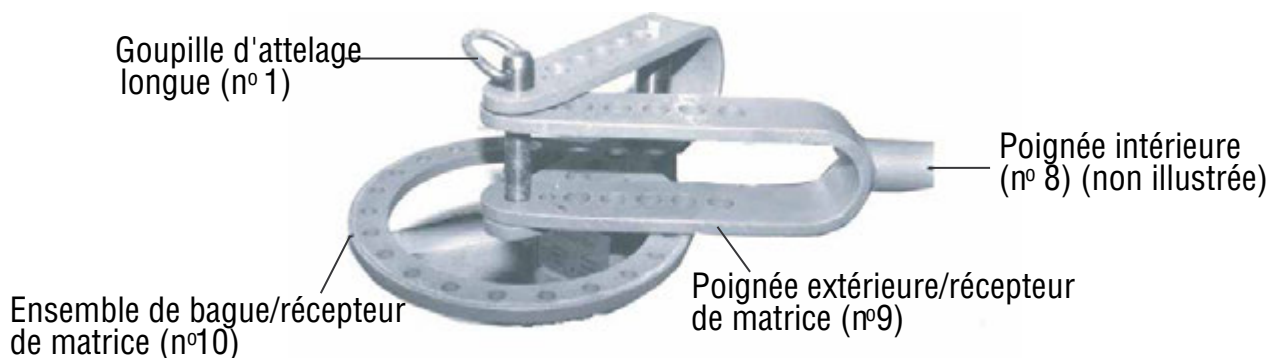

Figure 2
- Étape 5 La poignée intérieure (n°8) glisse dans la poignée extérieure/récepteur de matrice (n°9) pour être retenue en place par une goupille de poignée (n°12) et une goupille fendue (n°28). La poignée intérieure (n°8) peut être déployée complètement en sortant la goupille de poignée (n°12) et la goupille fendue (n°28), ainsi qu'en sortant la poignée intérieure (n°8) jusqu'à ce que l'orifice de la poignée extérieure/récepteur de matrice (n°9) s'aligne avec les orifices à l'extrémité de la poignée intérieure (n°8) - voir la **Figure 2**.